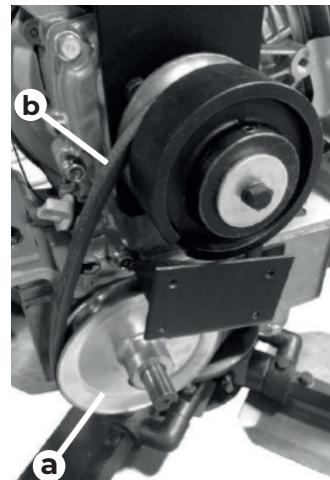

рис. 18. Замена ремня
3. Медленно проверните шкив (Рис. 18, а) и снимите ремень (б).